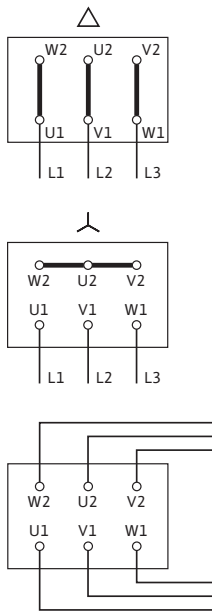

Рис. 11: Подключение к сети
- Схема электроподключения находится в крышке клеммной коробки (см. также рис. 11).
- Электроподключение к клеммной колодке зависит от мощности двигателя  $P_2$ , от сетевого напряжения и от типа пуска. Необходимое переключение соединительных перемычек в клеммной коробке можно определить по следующей таблице и рис. 11.